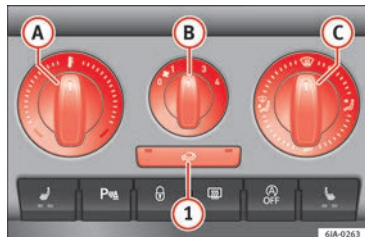

Fig. 169 Calefacción: elementos de manejo.
La salida de aire de los difusores se ajusta con el mando **C** » fig. 169. Los difusores 3
– La temperatura aumenta girando el mando **A** » **fig. 169** hacia la derecha.
- Conecte el ventilador girando el mando **B** » **fig. 169** a las posiciones de 1 hasta 4.
- Girando el mando **C** » **fig. 169** se ajusta el acceso de aire a los respectivos difusores » pág. 152, Difusores de aire.
Todos los elementos de manejo, salvo el mando **B** » **fig. 169**, se pueden colocar en cualquier posición intermedia.
Si el rotativo **C** » **fig. 169** está en posición de deshielo, la trampilla de recirculación estará siempre abierta (indicador luminoso apagado).
- Pulse la tecla **1** » **fig. 169**, el testigo de la tecla se ilumina indicando que se ha activado la recirculación del aire interior del habitáculo.